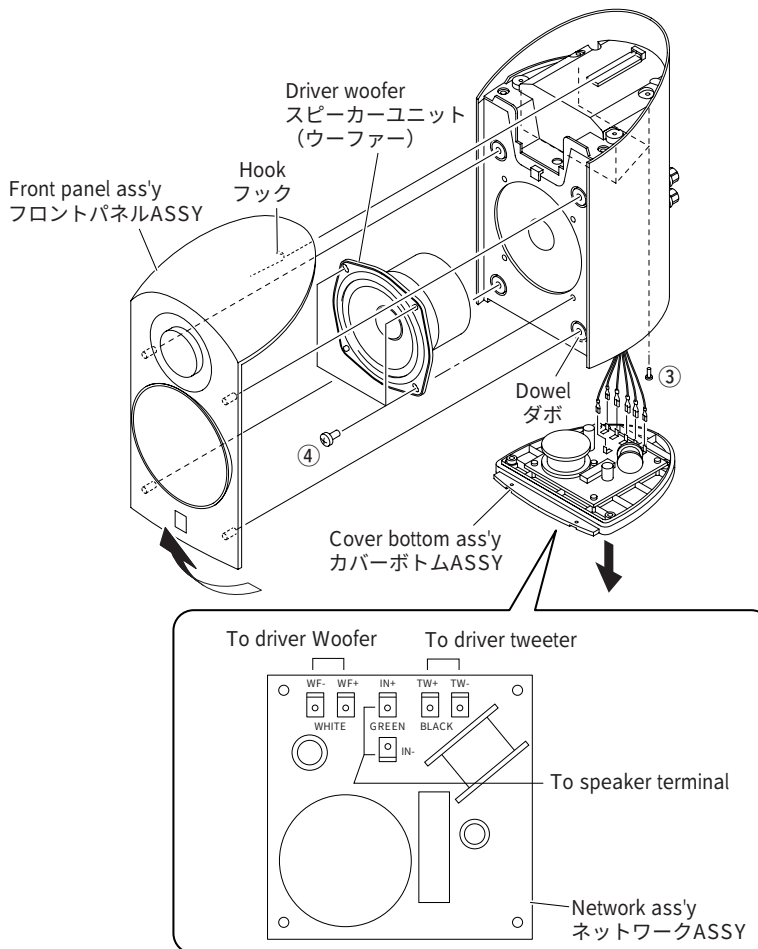

Fig. 10
c. Pull out the cover bottom ass'y downward gradually. (Fig. 10)
d. Disconnect 6 connectors and then remove cover bottom ass'y. (Fig. 10)
a. Remove 4 screws (③). (Fig. 10)
a. Remove 4 screws (④) and then remove the driver woofer. (Fig. 10)
c. カバーボトム ASSY を下方へゆっくり引き出します。 (Fig. 10)
d. コネクター 6 個を外し、カバーボトム ASSY を取り外します。 (Fig. 10)
a. ③ のネジ 4 本を外します。 (Fig. 10)
a. ④ のネジ 4 本を外し、スピーカーユニット(ウーファー)を取り外します。 (Fig. 10)